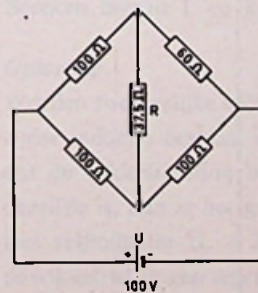

FIG. 2
In de ontvanger (fig. 2) zien we eerst een normale superhet met Ts1 (oscillator) Ts2 (HF-mixer), Ts3, 4 (MF) en GR2 (diode-detector). De ontvangen impulsen, die door de detector worden afgeleverd zijn niet fraai van vorm en daarom worden ze eerst „op maat gesneden” (geclipped en gelimit) door Ts6, 7, 8 en Gr3, 4. Met deze triggersignalen sturen we de deler-flip-flops Ts17/Ts18, Ts15/Ts16, Ts13/Ts14, Ts11/Ts12. De reset wordt verzorgd door de flipflop Ts19/Ts20.
3 Bereken, bij voorkeur met behulp van het Theorema van Thévenin, de stroom die in de schakeling van fig. 2 door de weerstand R vloeit.